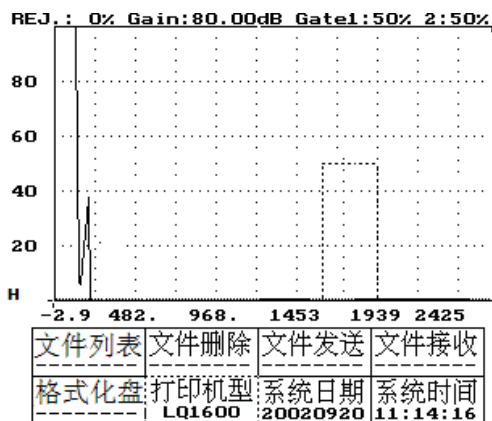

图 29-1
- 4、按方向键——将虚框移到打印机型，如图 29-1 所示。